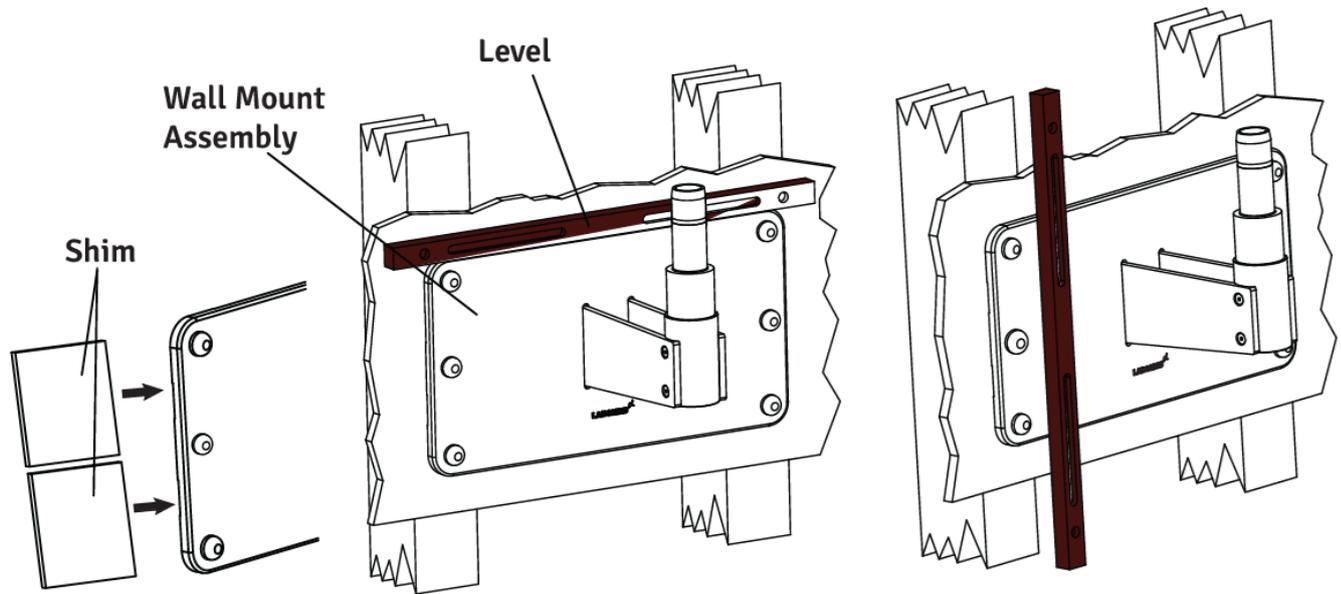

Abb. 22
2. Legen Sie eine Wasserwaage über die Oberseite der Rückplatte, um die horizontale Ausrichtung zu überprüfen. Siehe Abbildung 22.
5. Legen Sie auf beiden Seiten eine Wasserwaage senkrecht an die Wandhalterung, um sicherzustellen, dass sie senkrecht zum Boden steht. Siehe Abbildung 22.
6. Wenn die Wandhalterung nicht senkrecht steht, fügen Sie Unterlegmaterial zwischen der Wandhalterung und der Wand ein. neben den Zugschrauben. Siehe Abbildung 22. Überprüfen Sie dies mit der Wasserwaage und ziehen Sie die Zugschrauben fest, sobald die Halterung waagrecht ist.